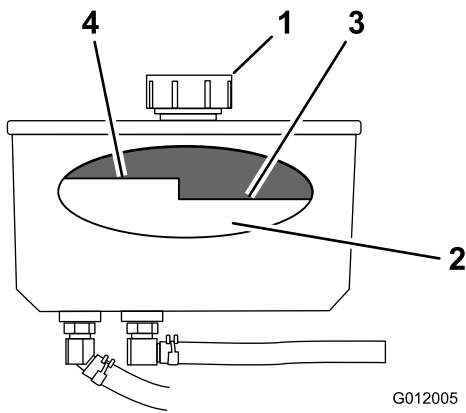

Bild 68
- Reinigen Sie den Bereich um den Deckel und den Einfüllstutzen des Hydraulikölbehälters (Bild 68).
4. Drehen Sie den Deckel vom Einfüllstutzen ab (Bild 68).
Hinweis: Der Füllstand sollte bei heißem Öl unterhalb der Oberkante der heißen Einfüllmarkierung der Zwischenplatte sein (Bild 68).